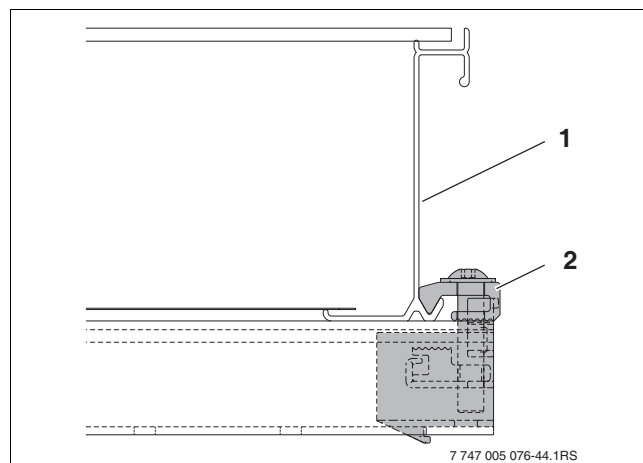

Fig. 63 Tendeur simple vissé
- Positionner le capteur (fig. 63, [1]) avec précaution dans le tendeur simple et le positionner horizontalement.
- Visser le tendeur simple avec la clé plate SW5. Le serre-flanc (fig. 63, [2]) du tendeur s'insère maintenant dans le bord inférieur du capteur.